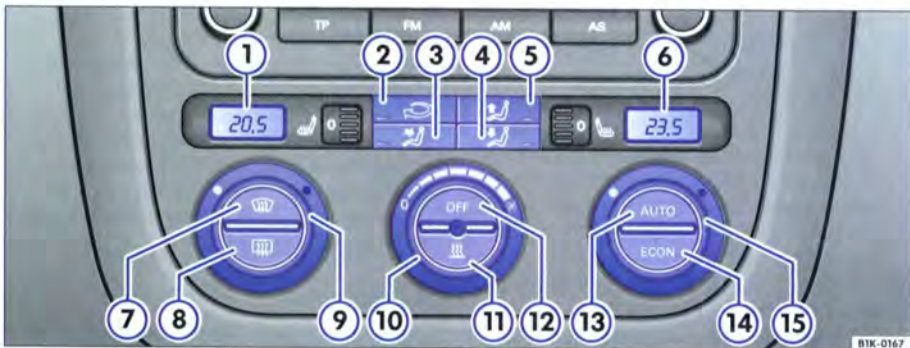

Fig. 88 Sur la console centrale : éléments de commande du Climatronic
– Tournez le régulateur de température ⇒ fig. 88 ⑨ ou ⑮ pour régler la température du côté gauche ou droit.
– Lorsque vous appuyez sur l'une des touches ② à ⑤, la fonction correspondante est activée. Le témoin intégré à la touche s'allume lorsque la fonction est activée. Pour désactiver la fonction, réappuyez sur la touche.
- Appuyez sur la touche **AUTO** ⇒ page 93, fig. 88. Le témoin intégré à la touche s'allume.